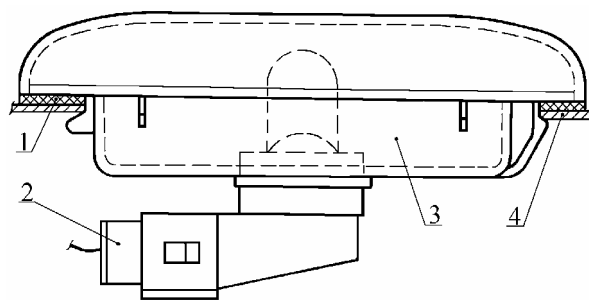

Рис. 44. Боковой указатель поворотов:
11.1.3. Отсоединить колодку 2 (рис.44) жгута проводов.